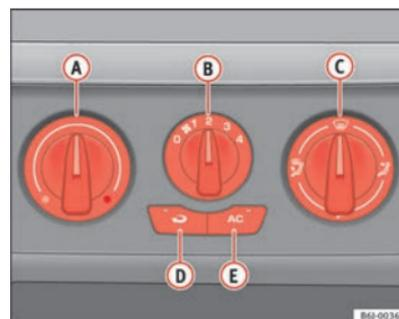

Fig. 89 Sur le tableau de bord : éléments de commande de l'air conditionné
- Les régulateurs ⇒ fig. 89 **A** et **C** et la commande **B** permettent de régler la température, la distribution de l'air et la vitesse de la turbine.
- Fermer les diffuseurs ③.
- Ouvrir et orienter les diffuseurs ④ vers les fenêtres latérales.